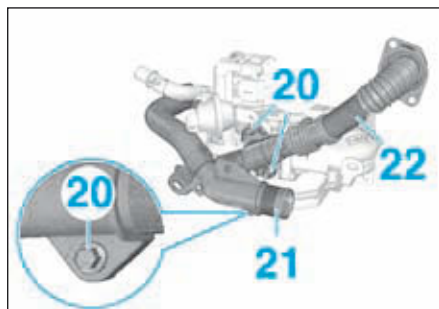

FIG.94
- Déposer à l'établi (Fig.94) :
- les vis (20),
- le raccord d'échangeur du module de recyclage des gaz d'échappement (21),
- le tube de recyclage des gaz d'échappement (22),